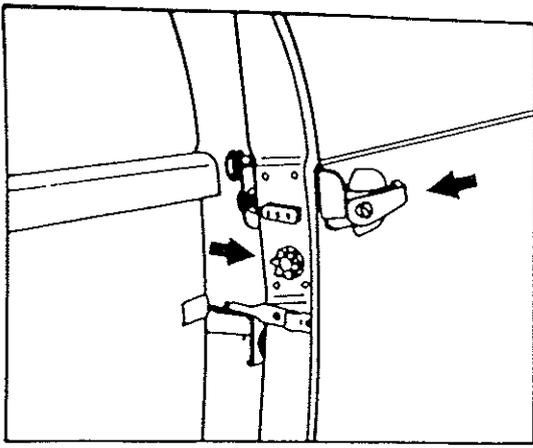

Bild 15
Druckknopf am Türaußengriff (1) drücken (siehe auch Bild 12) und Tür ziehen nach außen, in Verschiebeposition bringen (siehe auch Bild 15).